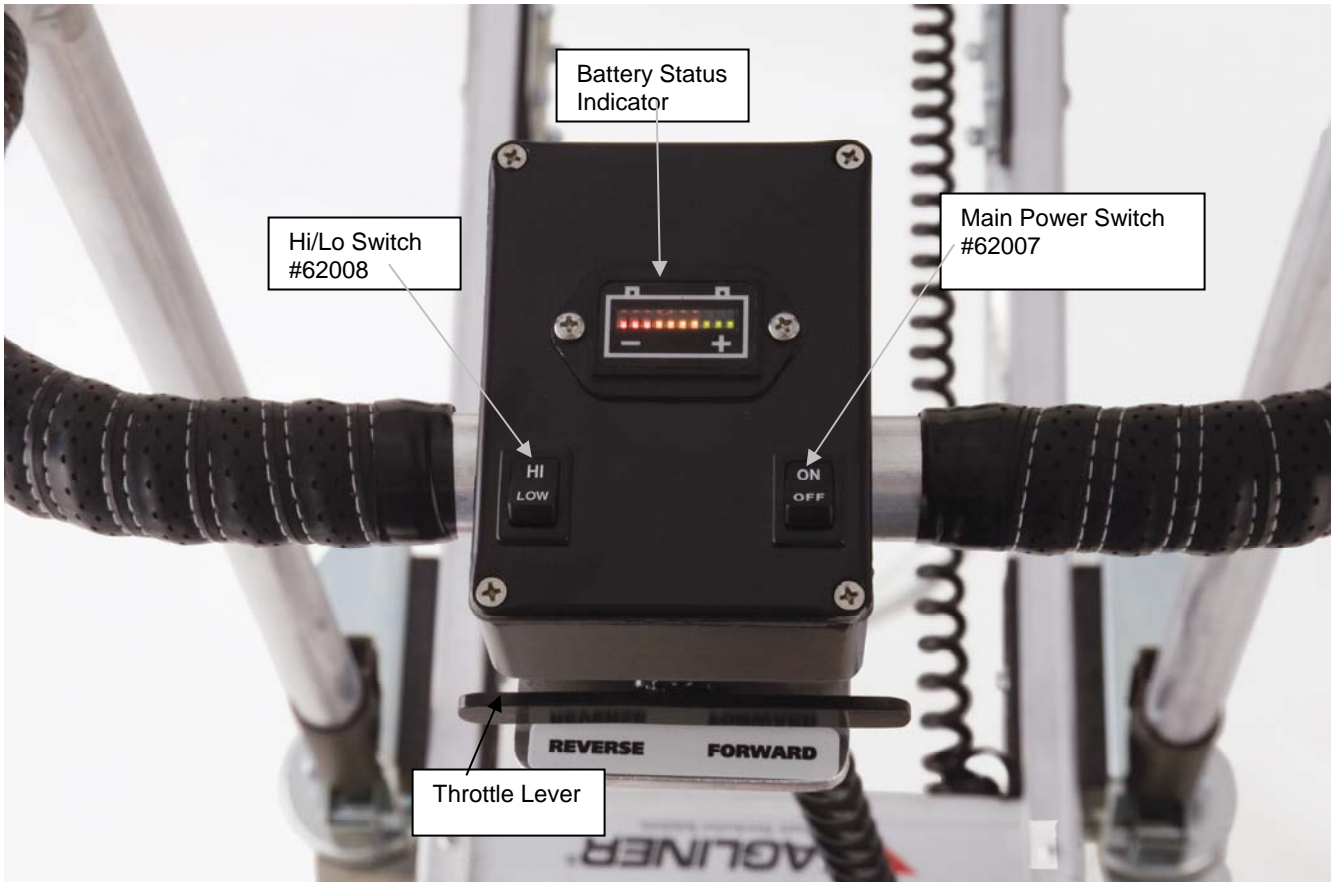

Fig. 1a
- Throttle lever (Fig. 1a)
- Battery Status Indicator (Fig. 1a)